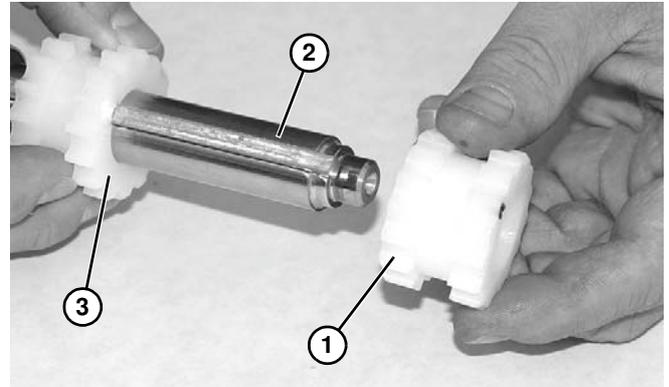

Abbildung 57
2. Die erforderliche Menge an frei beweglichen Zahnräder (**Abbildung 57, Teil 1**) auf die Treibrolle montieren (**Abbildung 57, Teil 2**).
3. Festes Kettenrad (**Abbildung 57, Teil 3**) wieder an derselben Stelle einbauen, aus der es ausgebaut wurde, und sicherstellen, dass es das Band greift. Stellschraube festziehen.